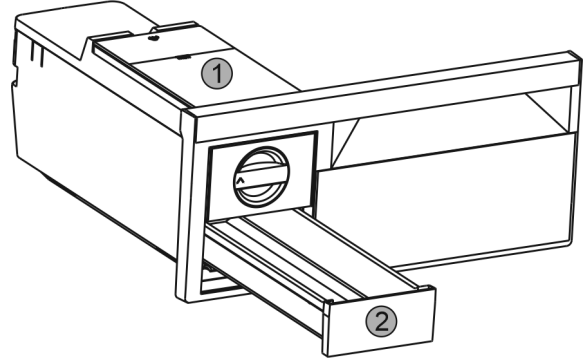

Fig. 45
- ▶ Watertank Fig. 45 (1) en ijsblokjeslade Fig. 45 (2) verwijderen.